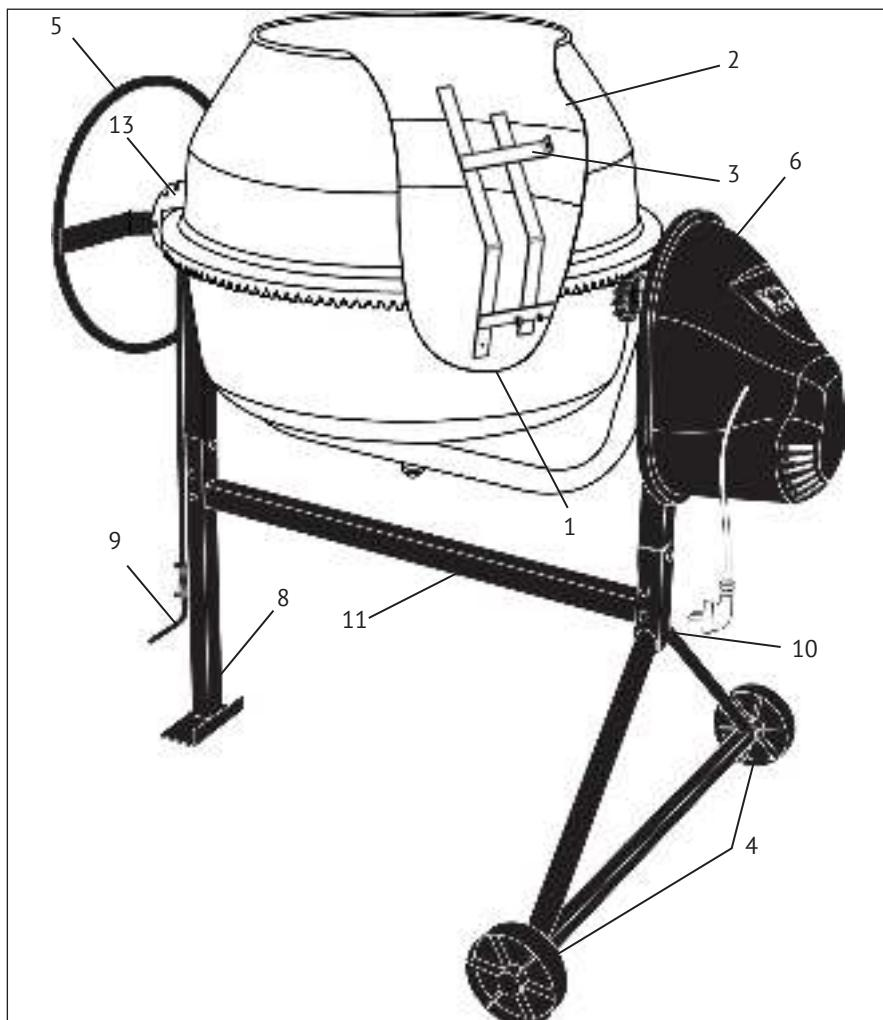

рис. 1
**7** - пакет (метизы), **12**- хомут - на рис.1 не представлены.